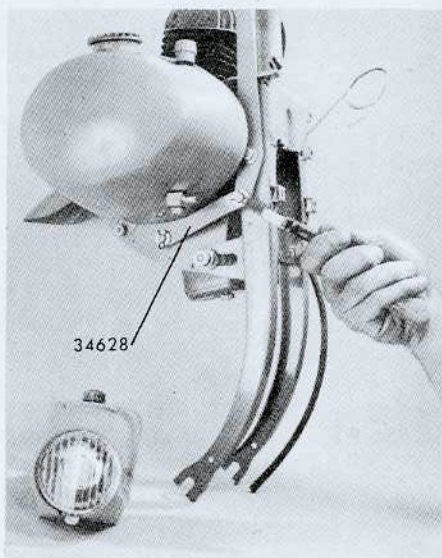

Figure 2
- 3° Débrancher la biellette 34 628 (fig. 2) ;